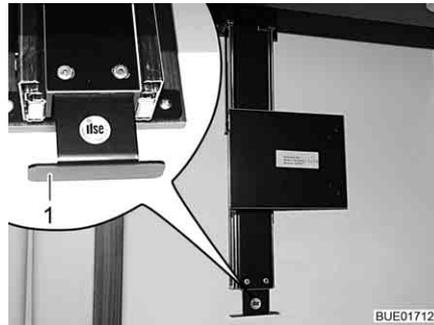

Fig. 64 Fissaggio dietro al pensile
- Tirare verso il basso la base estraibile prendendola dall'impugnatura (Fig. 64,1) fino all'arresto.